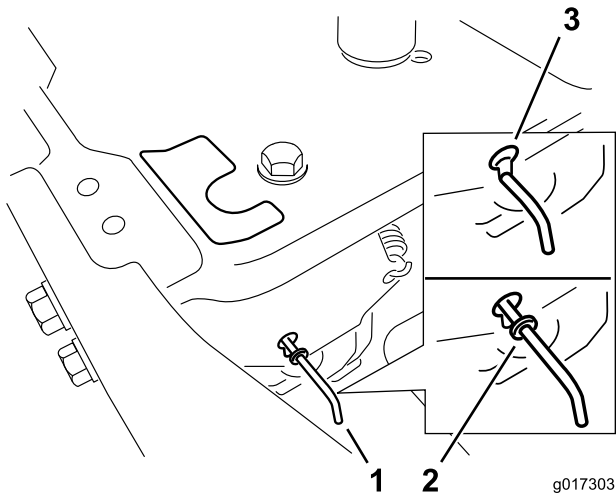

Figura 21
4. Mueva las palancas de desvío hacia delante a través del orificio y hacia abajo para bloquearlas en esa posición (Figura 21).
Mueva las palancas de desvío hacia atrás a través del orificio y hacia abajo para bloquearlas en esa posición, según se muestra en la Figura 21.